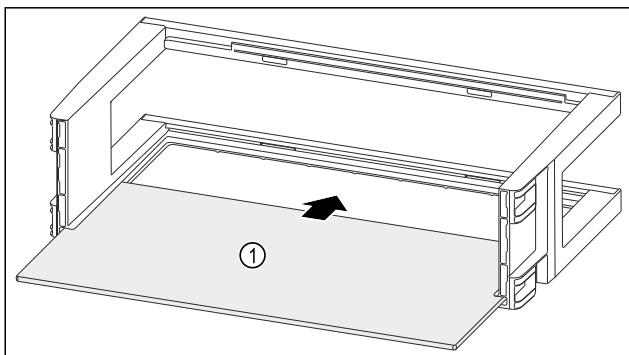

Fig. 97
- Вдвиньте съемную полку Fig. 97 (1) в боковые пазы.